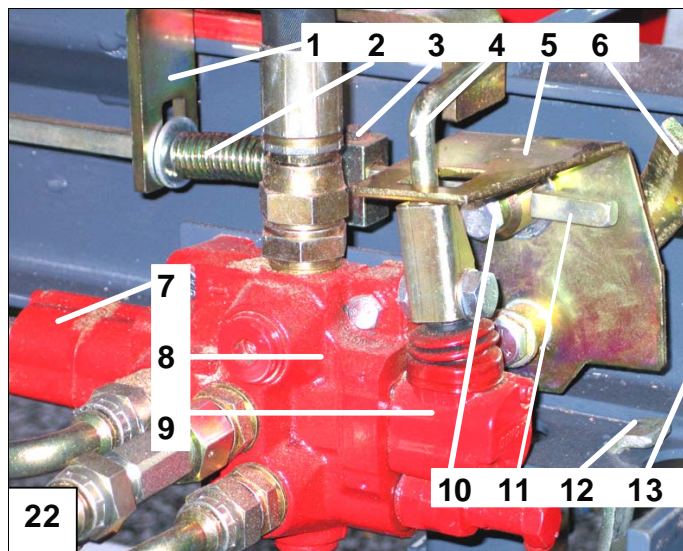

Fig. 22. Pièces de la soupape hydraulique
## 6.5 Pièces de la soupape hydraulique (Figure 22)
- S'il est levé, le filet de protection de la goulotte de fendage pousse la tige de verrouillage 1 (Figure 20) au moyen du coin de sécurité 4 dans une position où le levier de verrouillage 6 (Figure 22) empêche le mouvement de la tige de lancement 4.